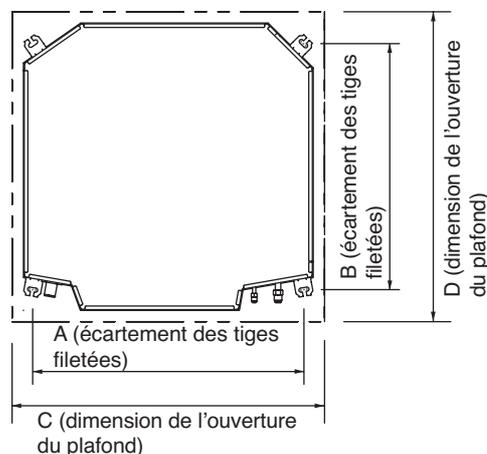

Fig. 3-2
- (2) Percez les trous dans le plafond conformément à la figure 3-2 et au tableau 3-1.